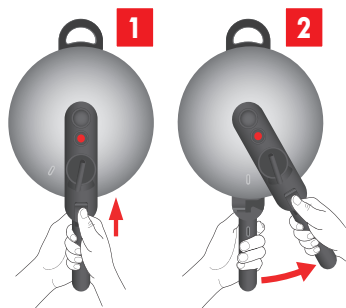

Fig. 18: Abrir la tapa
3. Desplace el deslizador de apertura hasta la posición delantera y gire la tapa hasta el tope en contra de las agujas del reloj (véase fig. 18).